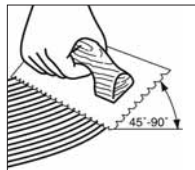

Figure 9
- Tenir la truelle à un angle d'au moins 45° (Figure 9), fermement contre le sous-plancher afin d'obtenir un taux d'étalement de 4 à 5,5 m²/litre (40 à 60 pi²/gal US). La truelle laisse des cannelures d'adhésif et très peu d'adhésif entre les cannelures, ce qui permet de voir les lignes tracées au cordeau et d'étaler la quantité recommandée.